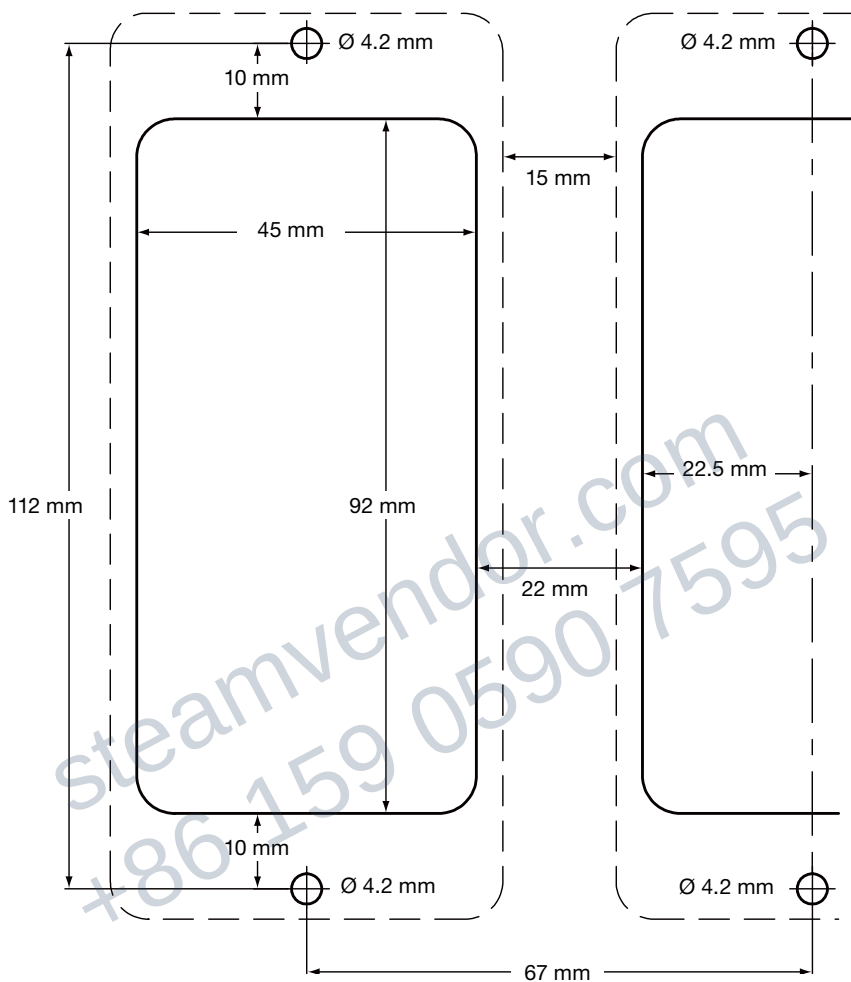

图4 底板/面板-剪裁图
-在底板上, 按图4所示钻孔。
-按照图4的尺寸剪裁面板, 根据指示钻螺丝。